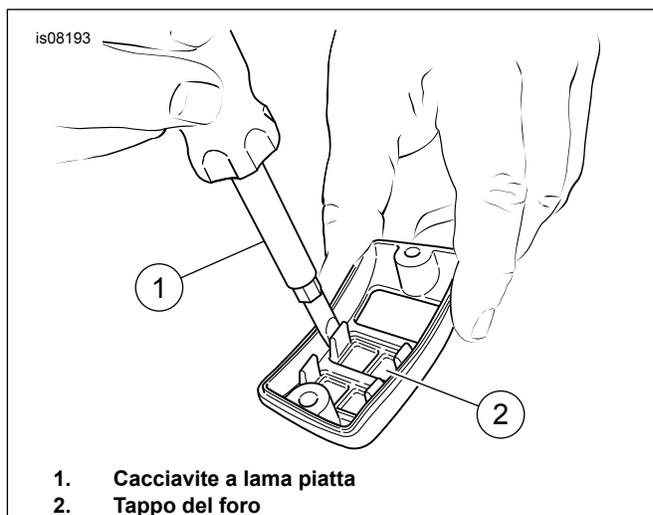

Figura 6. Rimuovere/riposizionare il(i) tappo(i) del(i) foro(i)
11. Vedere Figura 6. Con un cacciavite a lama piatta, comprimere con cautela la linguetta e rimuovere il tappo del foro dal coperchio della scatola. Se il tappo deve essere riposizionato in un altro foro, installarlo con uno scatto nella nuova posizione desiderata.